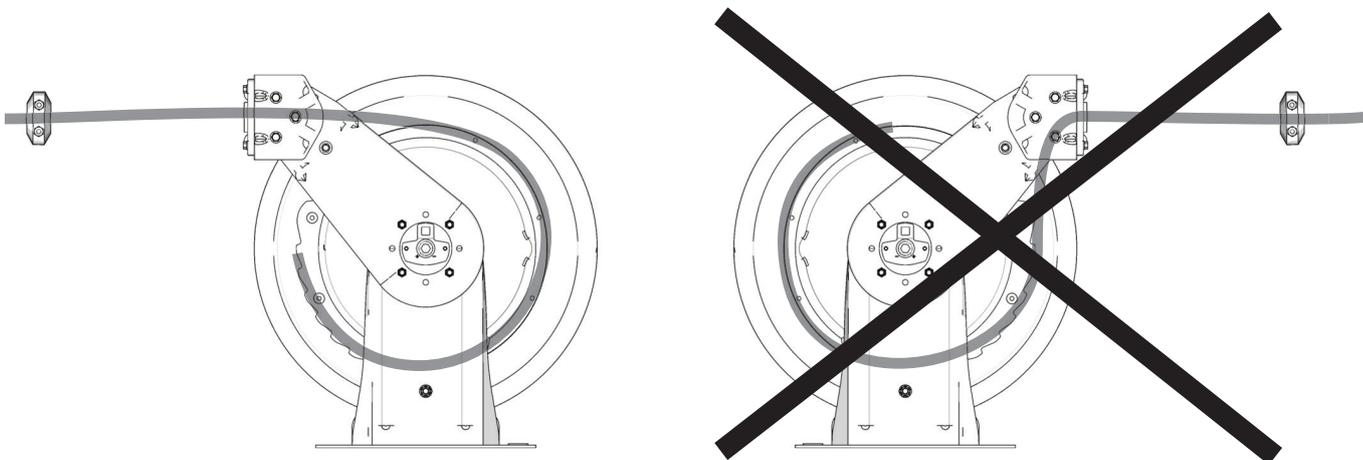

FIG. 2
**NOTA:** Los carretes tienen un mejor comportamiento cuando el brazo permite que la manguera salga recta del carrete como se muestra en las FIG. 2 y FIG. 3.